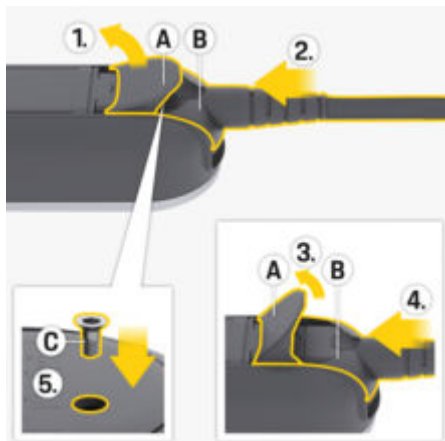

Fig. 104: Ligar o cabo de alimentação e a ficha
1. Abra a tampa **A** (Fig. 104) até cerca de 15 graus (apenas até que a ficha **B** (Fig. 104) encaixe na unidade de comando).
2. Introduza a ficha **B** (Fig. 104) na unidade de comando até sentir resistência.
3. Abra completamente a tampa **A** (Fig. 104).
4. Empurre a ficha **B** (Fig. 104) completamente para dentro.
5. Feche completamente a tampa **A** (Fig. 104) e aperte com o parafuso **C** (Fig. 104).